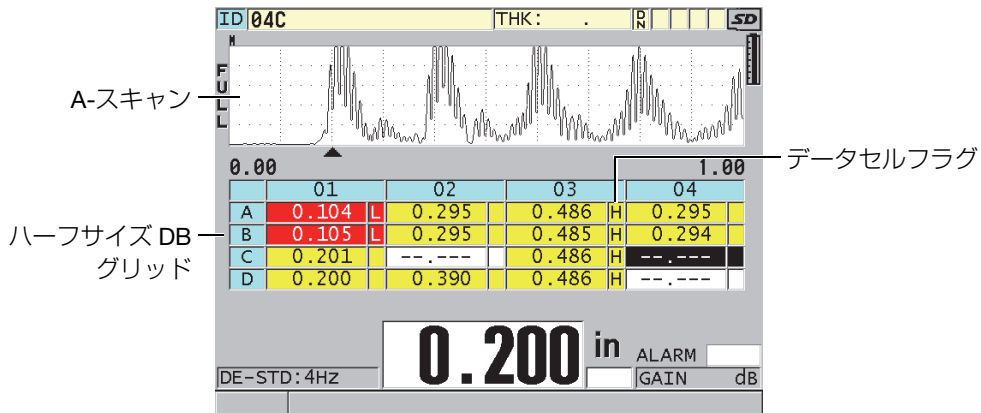

図 10-8 ハーフサイズ DB グリッド
データベースグリッド (DB グリッド) は、2-D データをテーブルで表現したものです。これにより、ユーザーは ID のプリセットリストに使わなくても、グリッド上で任意方向に自由に移動することができます。次の ID 位置に自動的に増分しないで、矢印キーを使用して希望する位置に移動できます。A-スキャン、DB グリッドおよび厚さ測定値を同時に表示することができます (158 ページの図 10-8 参照)。厚さ測定値が入る範囲に対応するデータセルフラグおよび背景色を表示するように、グリッドセルを構成することができます。
8. データセルフラグを使用可能なオプションの 1 つに設定して、DB グリッドの各データセルで 1 つのデータフラグを表示します。データセルフラグは、データセルで厚さ値の右側の小さなボックスに表示される文字です（158 ページの図 10-8 参照）。使用可能なオプションは次の通りです。